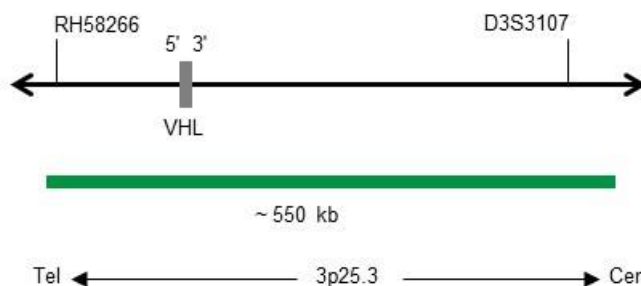

Fig. 1: SPEC VHL Mapa da sonda (sem escala)
- Polinucleótidos (~10.0 ng/μl) com marcação ZyGreen (excitação 503 nm/emissão 528 nm), dirigidos ao mapeamento de sequências alvo em 3p25.3* (chr3:10,051,220-10,598,496) contendo o gene VHL (ver Fig. 1).